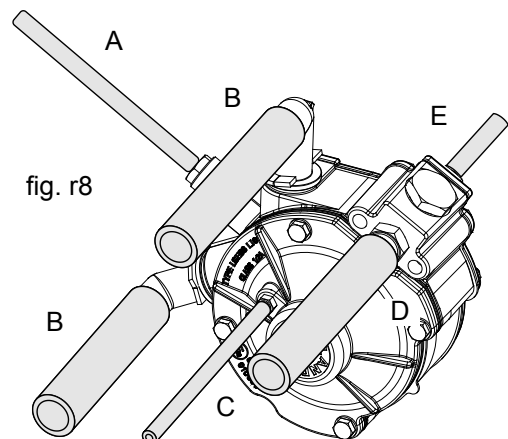

fig. r8
- all'uscita gas ("D" fig. r4 e fig. r8) del riduttore deve essere collegato in serie il filtro (opzionale), il sensore pressione temperatura e il ripartitore carburante, evitando che i tubi di collegamento presentino strozzature e/o sacche;